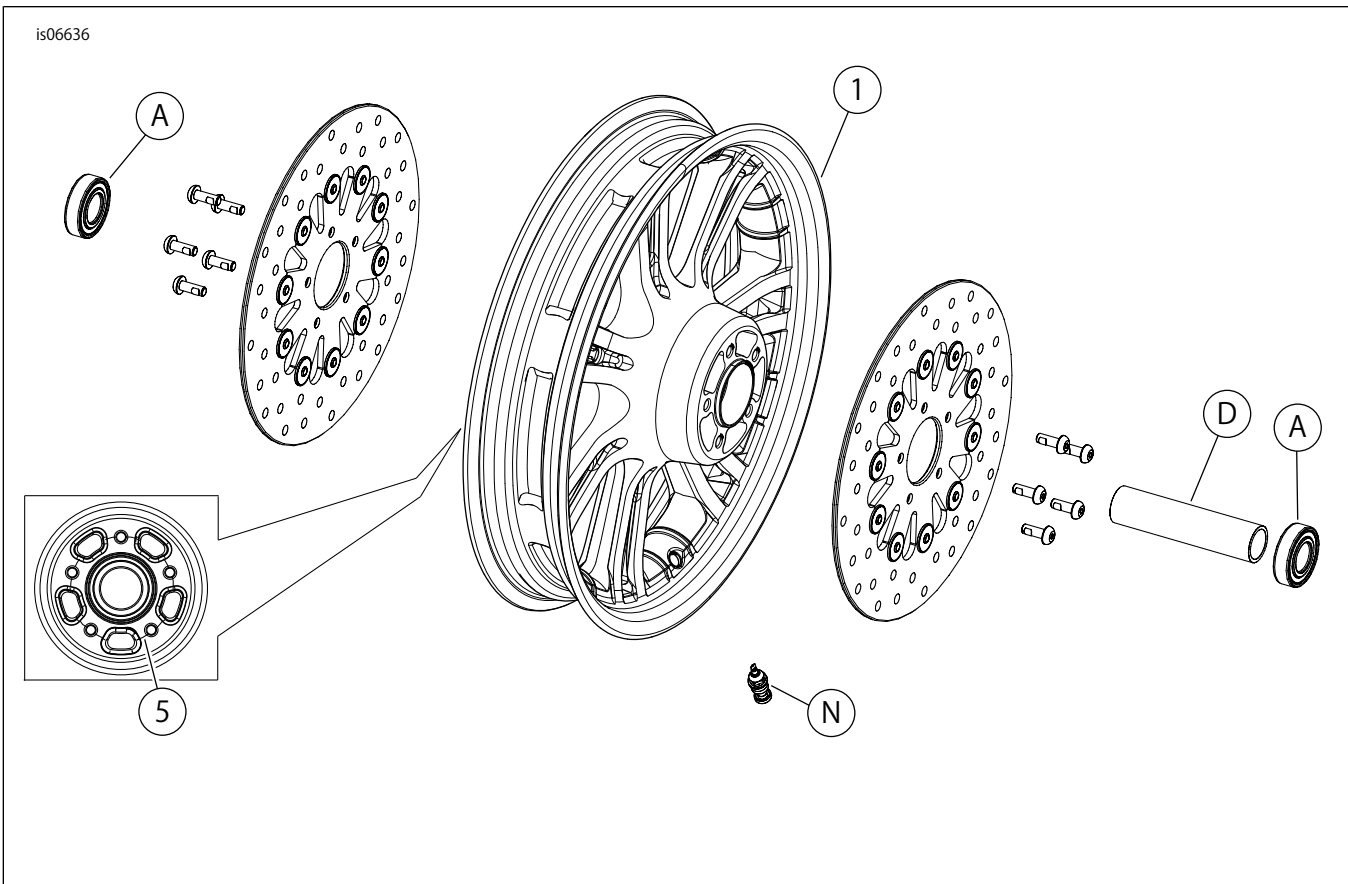

図2。交換用パーツ: フロント14スポークホイールキット
- 「図2」を参照してください。バルブシステムアッセンブリー(N)をホイールに取り付けます。サービスマニュアルの「タイヤ」を参照してください。
ホイールには、ハブ面に機械加工溝(アイテム5、図2)があり、右側であることを表します。